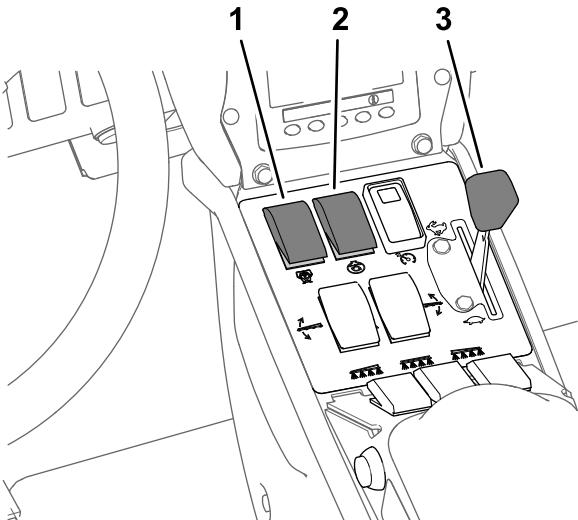

Bild 45
8. Stellen Sie den Rührwerk- und Sprühpumpenschalter in die EIN-Stellung (Bild 45).
9. Stellen Sie die Gasbedienung in die SCHNELL-Stellung (Bild 45).
Hinweis: In diesem Schritt wird vorausgesetzt, dass die Sprühpumpe eingeschaltet ist, siehe Bild 45 in Sprühen im Dosierungsmodus \(Seite 40\).
4. Stellen Sie die Gasbedienung auf die gewünschte Motordrehzahl, siehe Bild 45 in Sprühen im Dosierungsmodus \(Seite 40\).